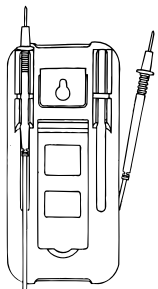

Рис.6.1
1. Использовать для фиксации одного из измерительных щупов при измерениях, когда отсутствует подставка для мегомметра (рис. 6.1).